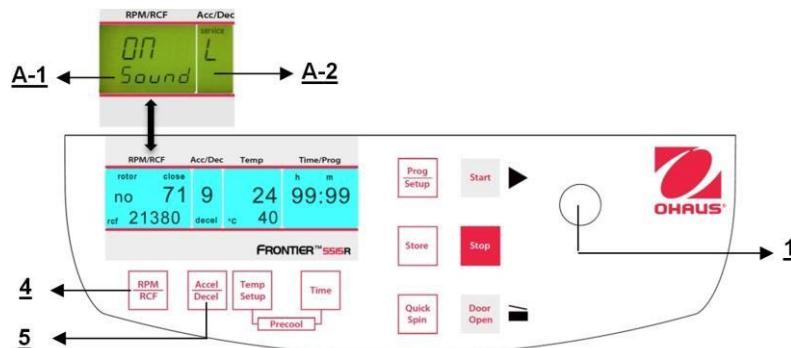

Figura 35
Proceda como se describe en el punto 4.1.1 para ingresar en este modo de programa y luego presione el botón "Accel/Decel" (5). En la pantalla "Acc/Dec" (A-2) destella la palabra "Service". Ahora seleccione la letra "L" con la perilla de ajuste (1). Como resultado, aparecen las palabras "On Sound" en la pantalla "RPM | RCF" (4). Si presiona el botón "RPM | RCF" (4) ahora, destella la palabra "On" y puede apagar el sonido con la perilla de ajuste (1) (vea la Figura 35).